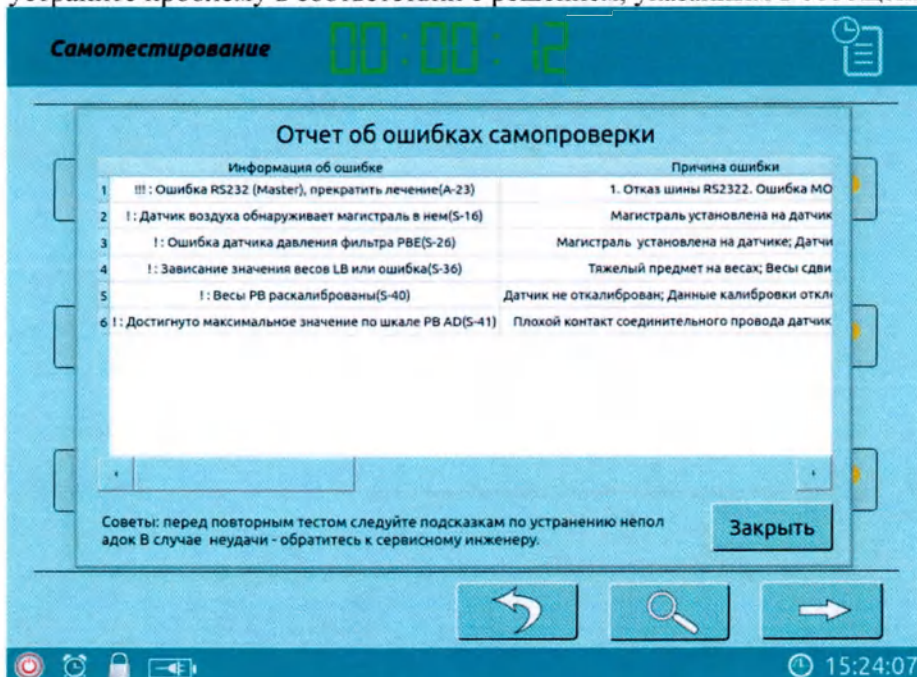

Рис. 6-4 Экран поиска информации о самотестировании
- См. рис. 6-4. При сообщении об ошибке самотестирования оператор может найти причину ошибки и перезапустить самотестирование после ее устранения.